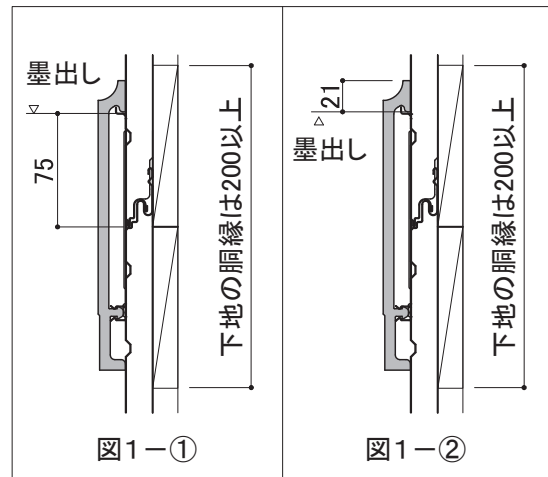

図1 センターサイディングが横張りの場合 取付金具の位置決め
外壁材の張り方向によって(化粧幕板の割り付けを含む)墨出し基準・寸法が異なります。墨出し線の水平は水準器で確認します。(図1、2)
化粧幕板の中心を基準とする場合、割り付けたい位置から上方に75mmの位置に墨出しをします。(図1-①)
また、化粧幕板の天面(上端)を基準とする場合には、基準位置から下方に21mmの位置に墨出しをします。(図1-②)
センターサイディング上下接合部に化粧幕板中心を合わせて施工する場合の墨出し例(図1-①参照)